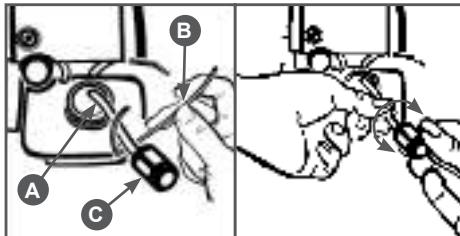

Рис. 11 Извлечение топливного фильтра
- Согните кусок мягкого провода в виде небольшого крючка В (Рис.11).
- Зацепите крючком топливный шланг А (Рис.11) с фильтром и вытяните через заливную горловину.
- Отделите фильтр С скручивающим движением (Рис. 11).